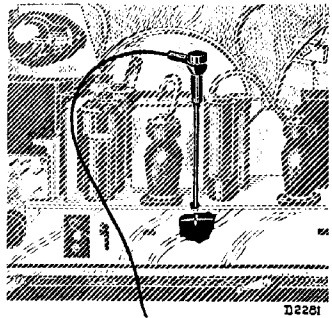

Fig. 6
11. Hulpapparaat aansluiten via condensator van 25 $\mu\mu\text{F}$ aan anodekring van L1 (zie fig. 6); outputindicator aan hulpapparaat aansluiten en hulpontvanger afstemmen op 546 Kc.
6. Hulpapparaat aansluiten via condensator van 25 μ F aan de anode van L1 (zie fig. 6); outputindicator aan het hulpapparaat aansluiten en hulpontvanger afstemmen op 395 Kc.